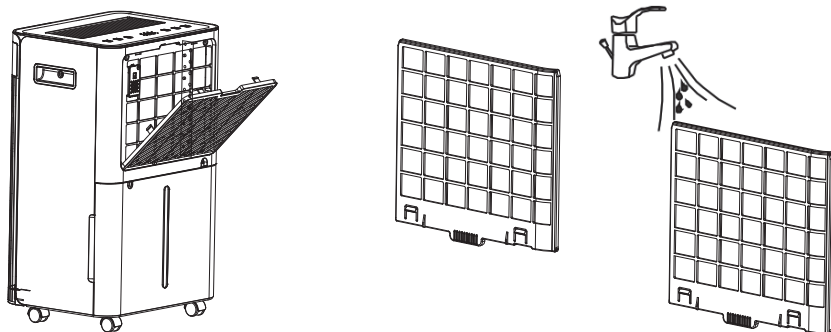

Рис. 5.
9. Чистка фильтра (Рис. 5). Достаньте фильтр, промойте его в мыльной воде, прополощите в чистой воде, высушите и вставьте на место. В среднем, необходимо проводить чистку фильтров не реже чем раз в две недели при постоянном использовании. иначе производительность прибора может снизиться.